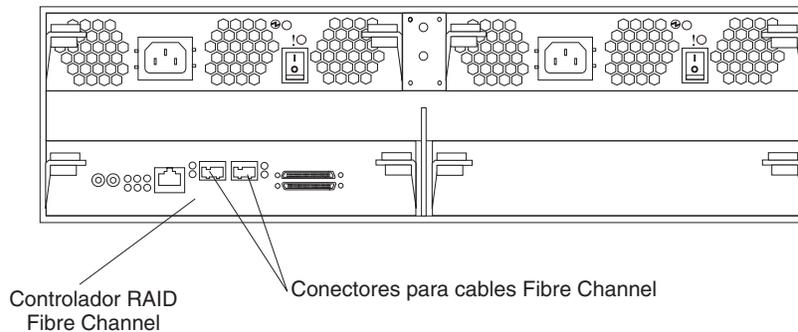

Figura 23. Conectores para cables de sistema principal
2. Conecte los cables del sistema principal al controlador RAID o a los conmutadores. En la Figura 23 se muestra el lugar donde se conectan los cables de sistema principal en los controladores RAID.